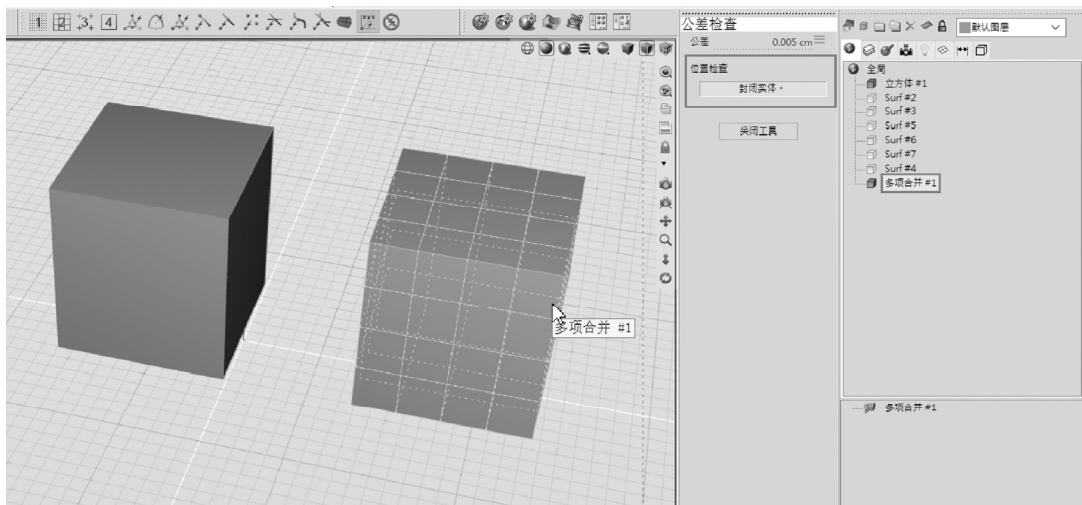

图 4-15 检测多项合并对象为封闭实体
4) 随后用公差检查工具对多项合并后的结果进行检测, 可见多项合并对象为封闭实体, 如图 4-15 所示。